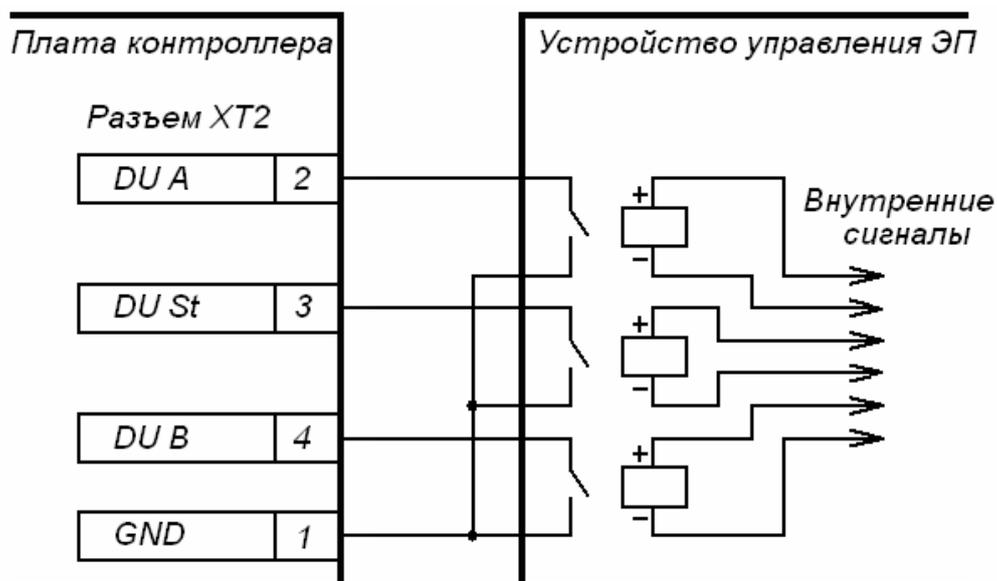

Рисунок 5 Управляющие элементы устройства управления ЭП: нормально разомкнутый контакт реле
5.4.2 Управление ЭП осуществляется подачей на контакты клеммной колодки XT2 платы контроллера DUA, DUS_t и DUB сигнала низкого уровня относительно контакта GND, при этом управляющим элементом могут быть нормально разомкнутый контакт реле или схема с открытым коллекторным выходом (см. рис. 5 и 6).